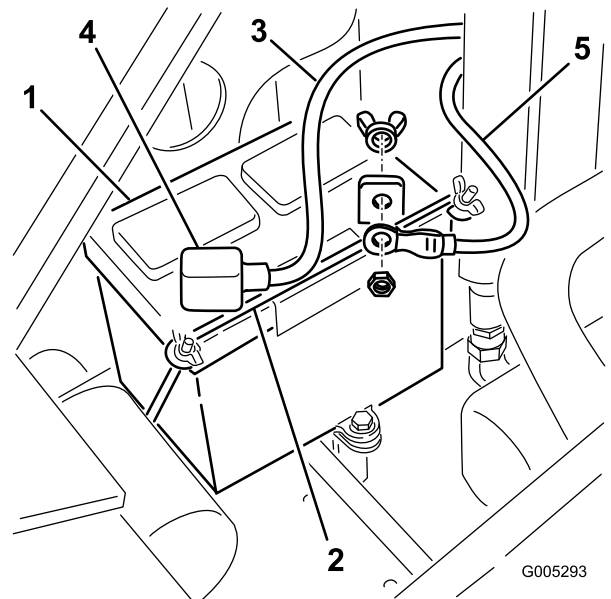

Bild 33
4. Entfernen Sie die Flügelmutter und Stange, mit denen die Batterie befestigt ist (**Bild 33**).
5. Klemmen Sie das (schwarze) Minuskabel vom Batteriepol ab (**Bild 33**). Bewahren Sie die Befestigungen auf.
7. Klemmen Sie das Pluskabel (Rot) vom Batteriepol ab (Bild 33). Bewahren Sie die Befestigungen auf.